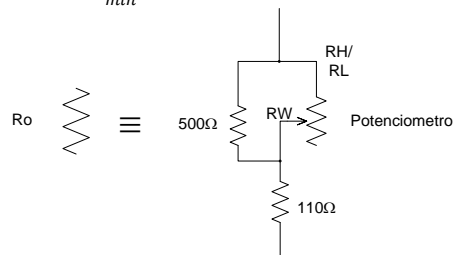

Figura 2. A.I. con ganancia variable de 100 a 500 con potenciómetro digital.
3. Implemente el A.I. con ganancia variable empleando el circuito de la figura 2. Genere una señal **senoidal de aproximadamente 100 mV@100Hz** aplicada a un divisor de voltaje con resistencias  $10k\Omega$  y  $1k\Omega$ . El voltaje de entrada al A.I. se toma de la resistencia de  $1k\Omega$  y se ajusta hasta tener 10 mV aprox.